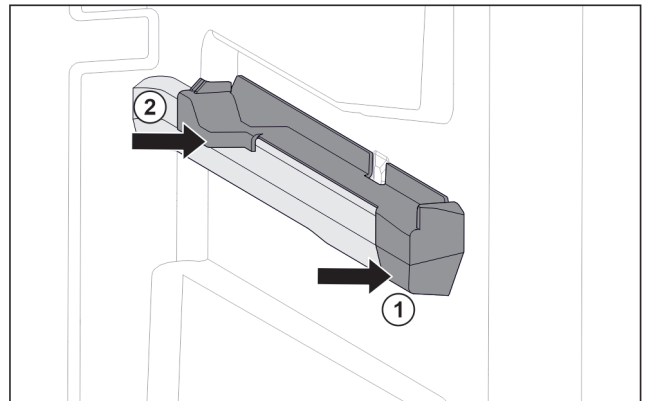

Fig. 119 Insteekelement op rechter containerrib
- Insteekelement voor tegen containerrib plaatsen. Fig. 119 (1)
- Insteekelement achter aandrukken. Fig. 119 (2)